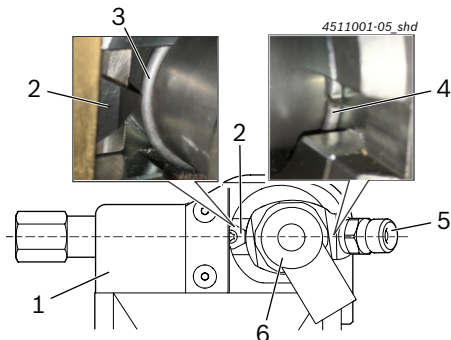

Fig. 5: Høytrykkstilkobling (pos. 5) midt imot vendeskjæreplaten (pos. 2)
7. Skyv CRI inn i demonteringsverktøyet til den stopper, som i Fig. 5, og hold den i denne posisjonen.
- ⇒ Sprengringen (Fig. 5, pos. 3) er posisjonert nøyaktig på høyde med vendeskjæreplaten (Fig. 5, pos. 2).